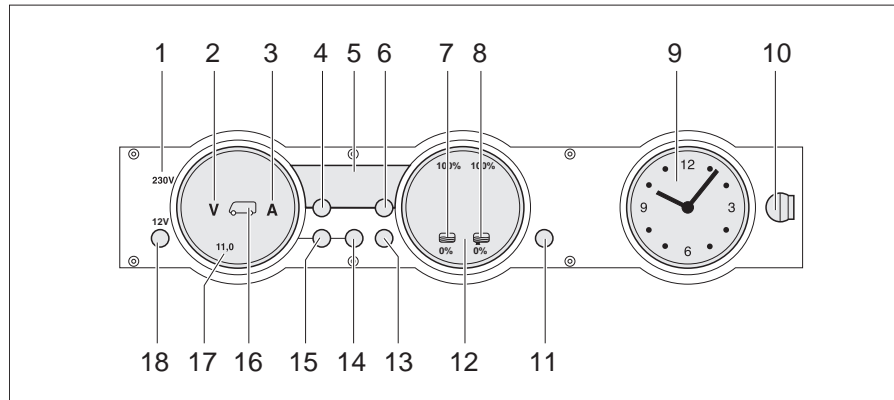

Fig. 170 Panneau de contrôle MP 20-T
Le voyant de contrôle 230 V (Fig. 170,1) s'allume si l'arrivée du bloc électrique est sous tension de réseau.
L'interrupteur principal 12 V (Fig. 170,18) établit ou coupe le panneau de contrôle et l'alimentation 12 V de la cellule.
■ Appuyer brièvement sur la touche "12 V" (Fig. 170,18). L'alimentation 12 V de la cellule est assurée. L'indicateur de contrôle "12 V" s'allume.
▷ La tension de la batterie de cellule est trop faible quand les DEL "11,0" de l'affichage en Volt et le symbole Volt "V" (Fig. 170,2) clignotent dans l'indicateur des batteries (Fig. 170,17) après la mise sous tension. Charger la batterie.
▷ La coupure de batterie est active quand l'indicateur de contrôle "12 V", le symbole de la batterie de cellule (Fig. 170,16) et le symbole Volt "V" (Fig. 170,2) clignotent trois fois après la mise sous tension. Désactiver la coupure de batterie.
■ Appuyer brièvement sur la touche "12 V" (Fig. 170,18). L'alimentation 12 V de la cellule est coupée. L'indicateur de contrôle "12 V" s'éteint.
■ Appuyer sur la touche batterie de cellule (Fig. 170,14) et la maintenir enfoncée pendant 10 secondes environ. Les symboles Volt "V" (Fig. 170,2) et Ampères "A" (Fig. 170,3) clignotent trois fois. La batterie de cellule est coupée du réseau de bord de 12 V.
■ Appuyer sur la touche "12 V" (Fig. 170,18) et la maintenir enfoncée pendant 5 secondes environ. Le symbole Volt "V" (Fig. 170,2) clignote trois fois. La batterie de cellule est branché au réseau de bord 12 V. L'indicateur de contrôle s'allume au bout d'env. 2 secondes.
■ Appuyer sur la touche de la batterie de cellule "🔋" (Fig. 170,14). Le symbole Volt "V" (Fig. 170,2) s'allume. Le symbole Ampères "A" est, suivant son niveau de charge, blanc ou rouge. La tension de la batterie et le courant de la batterie de cellule sont affichés au moyens de DEL à l'intérieur de l'indicateur.
■ Appuyer sur la touche de la batterie de démarrage "🔋" (Fig. 170,15). Le symbole Volt "V" (Fig. 170,2) s'allume. Des DEL à l'intérieur de l'indicateur indiquent la tension de la batterie de démarrage.
- Appuyer sur la touche réservoirs  (Fig. 170,13). Les symboles réservoir d'eau  (Fig. 170,7) et réservoir d'eaux usées  (Fig. 170,8) s'allument. Des DEL à l'intérieur de l'indicateur indiquent le niveau du réservoir d'eau (échelle de gauche) et celui du réservoir d'eaux usées (échelle de droite).
Les symboles Volt "V" (Fig. 170,2) et les DEL "11,0" clignotent dès que la tension de la batterie descend en dessous de 11 V (mesurée en marche) et qu'il y a un risque de décharge profonde de la batterie.
Le symbole du réservoir d'eau "  " (Fig. 170,7) ou celui du réservoir d'eaux usées "  " (Fig. 170,8) clignote quand le réservoir d'eau est vide ou que le réservoir d'eaux usées est plein.
L'affichage numérique (Fig. 170,5) permet d'indiquer les températures intérieure et extérieure.
- Appuyer sur la touche de la température intérieure "  " (Fig. 170,4). La température intérieure s'affiche.
- Appuyer sur la touche de la température extérieure "  " (Fig. 170,6). La température extérieure s'affiche.
Le dispositif d'affichage de l'heure (Fig. 170,9) indique l'heure. L'horloge a sa propre pile et n'est pas branchée sur le réseau de bord de 12 V.